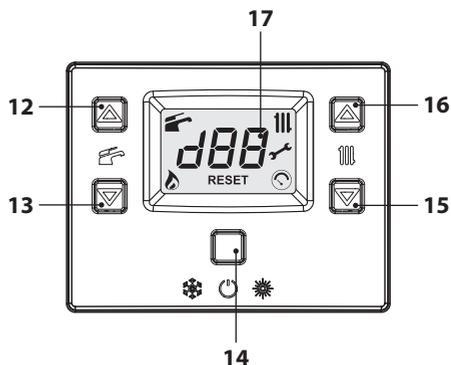
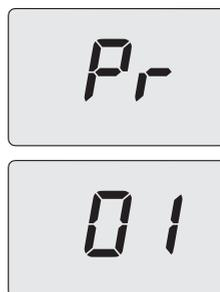

Figura 9.17
Figura 9.18
- Entrare in "modalità programmazione" premendo contemporaneamente per 10 secondi i tasti 14-15-16 (Figura 9.17) fino a far apparire sul display LCD le lettere **Pr** che si alternano al numero del parametro **01**, indicanti l'entrata nel "parametro 01" (Figura 9.18).
- Premendo il tasto 14 (Figura 9.17) si ottiene la conferma del valore inserito. Sul display appare per 3 sec. la scritta "**Ok**" (Figura 9.20), per poi visualizzare la lista dei parametri.
- Per uscire, premere il tasto 14 (Figura 9.17) e togliere alimentazione elettrica.
- Premendo il tasto 14 (Figura 9.17) si ottiene la conferma del valore inserito.
- Premere il tasto 16 (Figura 9.17) per passare al parametro **Pr 02** e visualizzare il relativo valore impostato:
- Per variare il valore premere il tasto 12 o 13 e confermare il valore del parametro con il tasto 14 (Figura 9.17). Sul display appare per 3 sec. la scritta "**Ok**".
- Per uscire senza confermare il valore modificato premere il tasto 16 o 15 (Figura 9.17).
- Per variare il valore premere il tasto 12 o 13 (Figura 9.17) e confermare il valore del parametro con il tasto 14 (Figura 9.17). Sul display appare per 3 sec. la scritta "**Ok**".
- Premendo per 10 secondi il tasto 14 (Figura 9.17) si esce dalla "modalità programmazione".